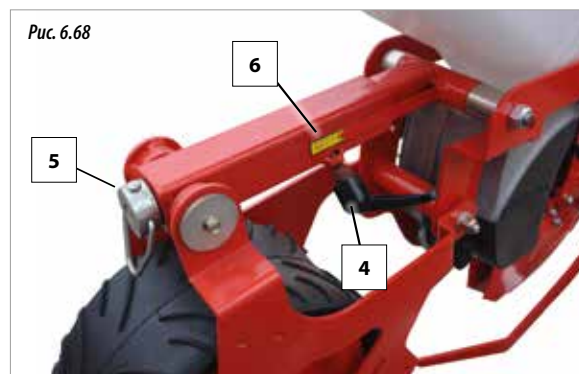

Рис. 6.68
- 1- Ослабить зажимный рычаг (4, рис. 6.68).
- 2- Повернуть рукоятку (5, рис. 6.68) до нужной глубины заделки семян. Ориентироваться по указателю на шкале с делениями от 0 до 10 (6, рис. 6.68).
- 3- Зафиксировать заданную глубину заделки семян зажимным рычагом (4, рис. 6.68).